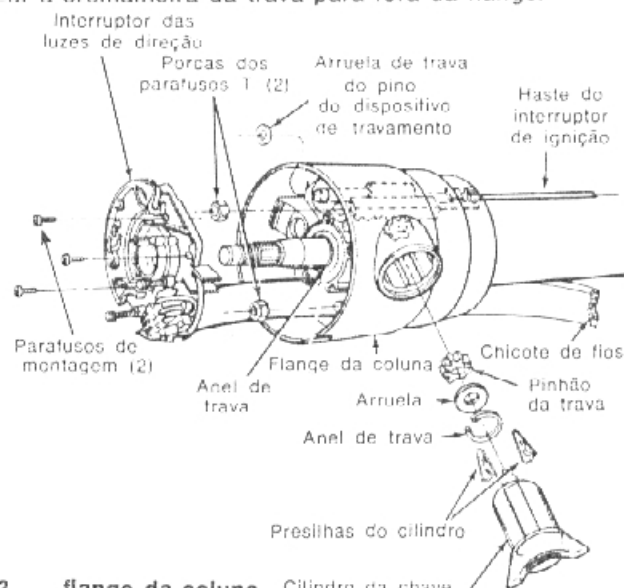

fig. 3 — flange da coluna Cilindro da chave
- Após a remoção do pinhão da trava, remover as duas porcas dos parafusos em "T" (fig. 3) na base da flange da coluna; remover o anel de trava da árvore do sem-fim. Levantar a flange e deslizar a cremalheira da trava para fora da flange.
6. Remover as duas porcas dos parafusos em "T" na base da flange (fig. 3) e o anel de trava da árvore do sem-fim. A flange pode agora ser retirada. A cremalheira da trava ficará na coluna.